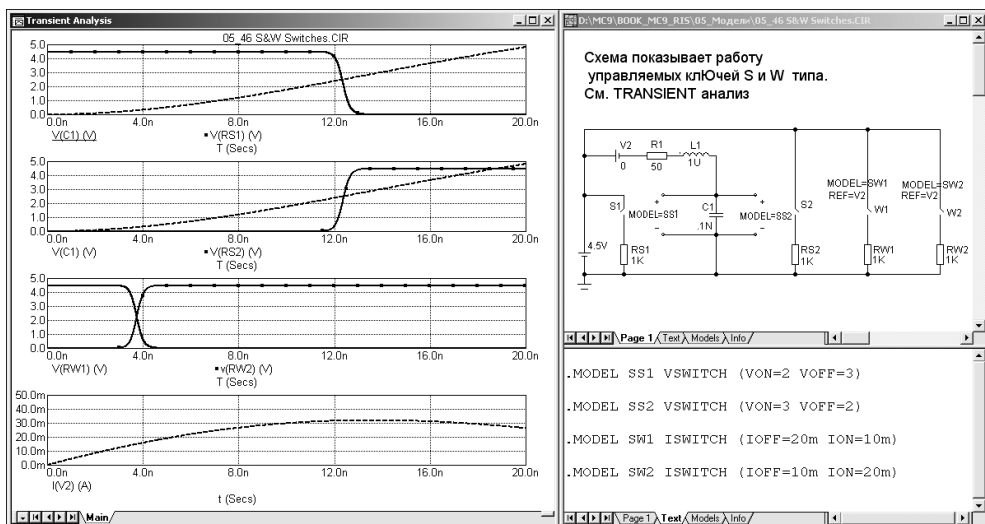

Рис. 5.48 – Моделирование ключей, управляемых током и напряжением
W-ключ может работать в двух различных режимах: в режиме плавного переключения (рис. 5.48) и в гистерезисном режиме. Работа в этих двух режимах аналогична работе ранее описанного ключа, управляемого напряжением (см. 5.5.2), за исключением того, что управляющей величиной является ток (табл. 5.19). Соответственно модельные параметры меняются с VON, VOFF, VT, VH на ION, IOFF, IT, IH. Смысл этих параметров такой же, как для ключа, управляемого напряжением, но только применительно не к напряжению, а к току. Параметр ION по умолчанию равен 1 мА.
Примеры моделирования ключей, управляемых напряжением (S) и током (W) приведены в схемном файле *switch_02.cir* из каталога *Components\Special_Purpose* (см. также рис. 5.48).